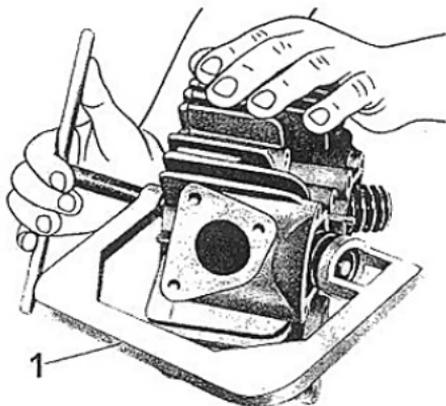

Fig. 22
Con apposito attrezzo n° 1G907200 (1 di fig. 22) applicato sul fungo di una valvola e sul piattello superiore, avvitare la vite dell'attrezzo di quel tanto da comprimere le molle (quando l'attrezzo è in tiro sarà bene dare in testa a tale attrezzo un colpo di mazzuola, questo serve a scollare il piattello dai semiconi) e poter levare i due semiconi. Levati i semiconi svitare l'attrezzo e sfilare:
- infine i due semiconi adoperando l'apposito attrezzo n° 10907200 (1 di fig. 22) applicato al fungo della valvola e sul piattello superiore; avvitare la vite dell'attrezzo fino a che si possono montare i due semiconi, indi svitare l'attrezzo.